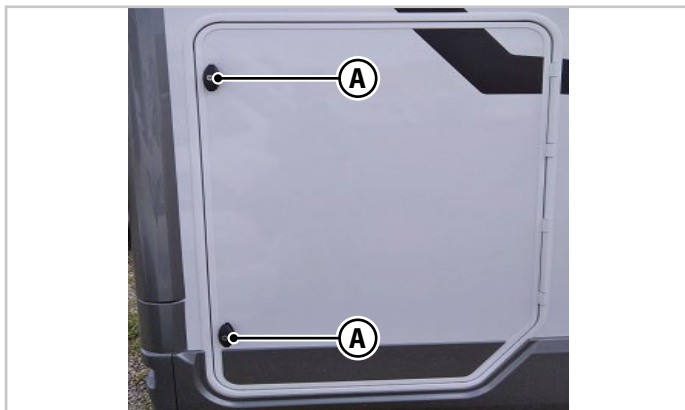

Fig.5.3 - Cerraduras del garaje
- Asegúrese de haber cerrado con llave el garaje bloqueando todas las cerraduras (A - Fig.5.3) antes de iniciar la marcha. El solo cierre a presión de la trampilla no asegura su bloqueo.
El garaje tiene una o dos cerraduras (A - Fig.5.3).